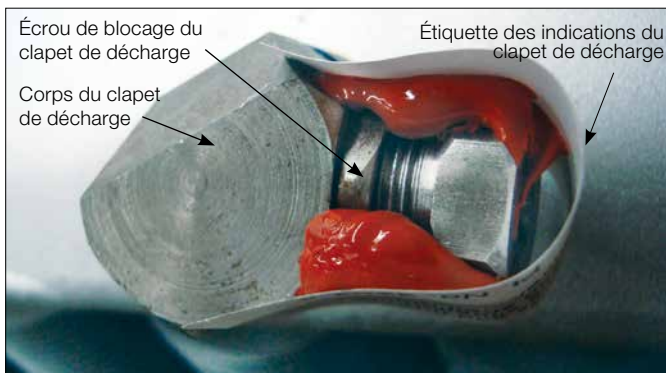

Figure 1
- Présence de fuites au dispositif de décompression; voir la figure 1 et consulter le deuxième point de la section sur l'entretien annuel (ci-dessous) pour obtenir de plus amples instructions
10. La pression de ventilation du clapet de décharge est établie à l'usine. Ne pas toucher l'écrou de blocage. (Voir la Figure 1, page 27.)